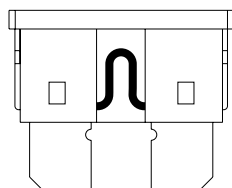

Figure 8. Bon fusible
Les fusibles protègent les circuits des éclairages de la console de commandes et du système de chargeur contre une surtension électrique. Votre Hurricane utilise des fusibles de type automobile. Voir la figure 8.
- Vérifiez le fusible 5 ampères du chargeur. Si le fusible est brûlé, le chargeur ne fonctionnera pas. Voir les figures 8 et 9.